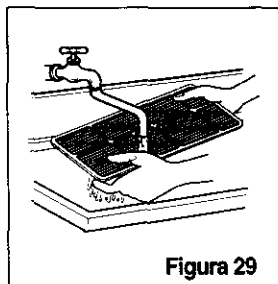

Figura 29
- Lave el filtro del aire en agua tibia a. Asegúrese de eliminar toda el agua sacudiendo el filtro antes de volver a ponerlo en su posición. (Figura 29)